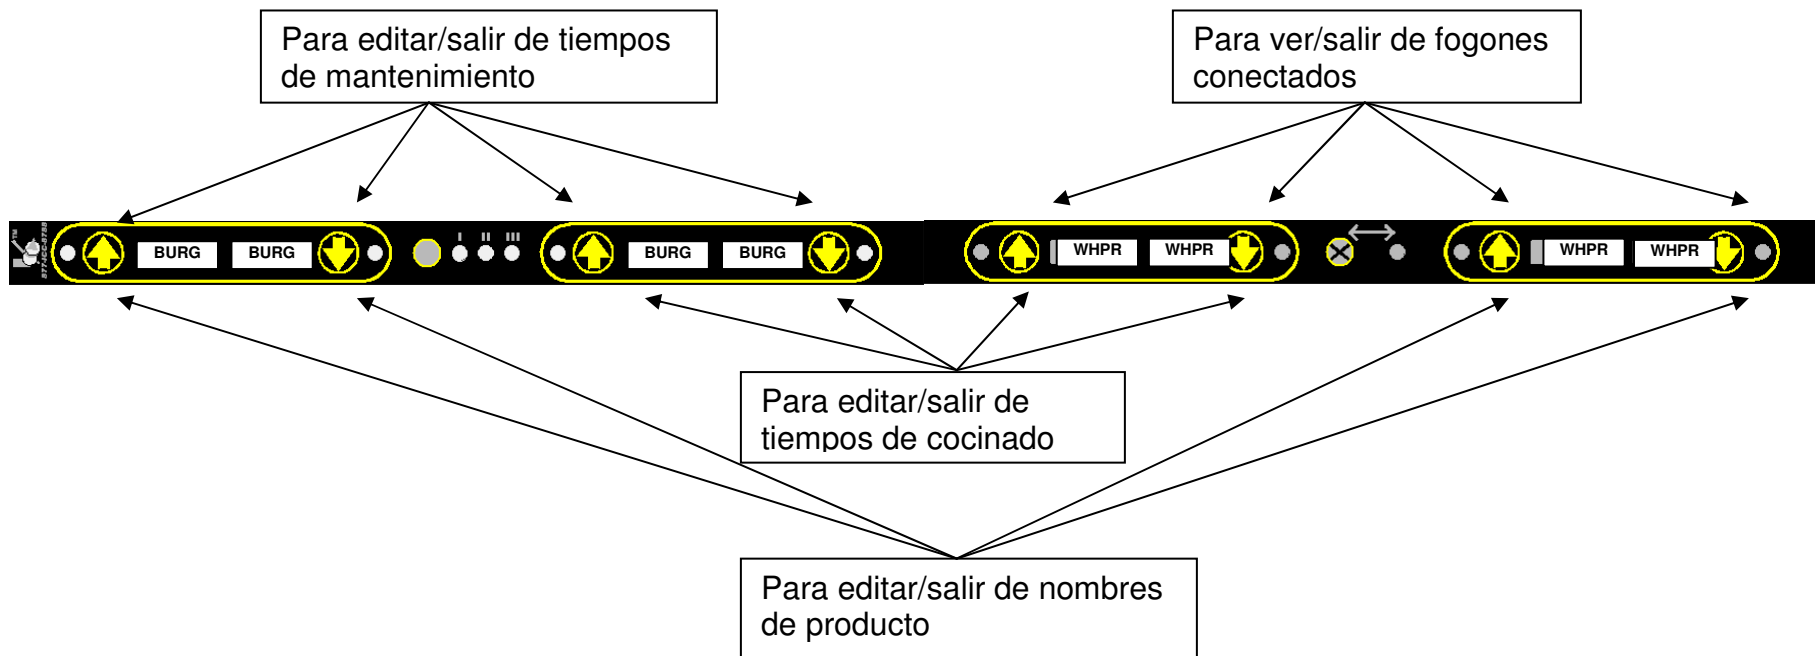

Figura 1. Entrada y salida de los modos disponibles de programación manual
- a – Colóquese de pie en frente de la estación que desea programar. Pulse a la vez **los 2 pares de botones de fogones más a la izquierda del teclado (4 botones) (omite el botón de parte del día)** y suéltelos —véase la figura 1 en la última página—. La pantalla alfanumérica de cada fogón mostrará el tiempo actual de MANTENIMIENTO en minutos (véase la tabla de la página 5). Compruebe que la luz más a la izquierda del teclado es ROJA PARPADEANTE, lo que indica que está programando el FOGÓN 1. Asimismo, las luces restantes se iluminarán para indicar el tiempo actual de MANTENIMIENTO tal y como se describe en la sección 5.
- a – Colóquese de pie en frente de la estación que desea programar. Pulse simultáneamente los **cuatro botones del medio del teclado** y suéltelos —véase la figura 1 de la última página—. La pantalla alfanumérica de cada fogón mostrará el tiempo actual de COCINADO en minutos (véase la tabla de la página 5). Compruebe que la luz más a la izquierda del teclado es ROJA PARPADEANTE, lo que indica que está programando el FOGÓN 1. Asimismo, las luces restantes se iluminarán para indicar el tiempo actual de COCINADO tal y como se describe en la sección 5.
- a – Colóquese de pie en frente de la estación que desea ver. Pulse a la vez **los 2 pares de botones de fogones más a la derecha del teclado (4 botones) (omite el botón Transferir)** y suéltelos —véase la figura 1 en la última página—. Compruebe que la luz más a la izquierda del teclado está ROJA y que todas las pantallas muestran un NOMBRE de producto. Esto indica que está viendo el FOGÓN 1. Otras luces de color VERDE indican qué fogones están conectados con el FOGÓN 1.
- a - Piazzarsi direttamente di fronte al riscaldatore che si desidera impostare. Premere simultaneamente la **coppia di tasti di teglia più a sinistra sulla tastiera (4 pulsanti) (omettere il pulsante per il tempo del giorno)**, e rilasciarli tutti, riferirsi alla figura 1 dell'ultima pagina. Lo schermo alfanumerico di ogni teglia mostrerà il tempo di RITENZIONE attualmente programmato in minuti (riferirsi alla tabella du pagina 5). Notare bene che la luce più a sinistra LAMPEGGIA ROSSA; questo significa che si stà impostando **TEGLIA 1**. Anche notare che le altre luci saranno illuminate indicando il tempo di RITENZIONE come descritto in Sezione 5.
- a - Piazzarsi direttamente di fronte al riscaldatore che si desidera impostare. Premere simultaneamente i **quattro tasti nel mezzo della tastiera** e rilasciarli tutti, riferirsi a Figura 1 dell'ultima pagina. Lo schermo alfanumerico di ogni teglia mostrerà il tempo di COTTURA attualmente programmato in minuti (riferirsi alla tabella du pagina 5). Notare bene che la luce più a sinistra LAMPEGGIA ROSSA; questo significa che si stà impostando Teglia 1. Anche notare che le altre luci saranno illuminate indicando il tempo di COTTURA come descritto in Sezione 5.
- d - Per **USCIRE** dal modulo di impostazione del tempo di COTTURA premere simultaneamente i **quattro tasti nel mezzo della tastiera** e rilasciarli tutti, riferirsi a Figura 1 dell'ultima pagina. Il NOME di ogni teglia comparirà negli schermi alfanumerici. Le luci di tutte le teglie con tempi di Ritenzione programmati al di sopra di ZERO saranno ROSSE. Le luci delle teglie con tempi di Ritenzione equivalenti a ZERO saranno spente e non si deve mettere alcun prodotto in queste teglie.
- a - Piazzarsi direttamente di fronte al riscaldatore che si desidera impostare. Premere simultaneamente i **due tasti di teglia più a destra sulla tastiera (4 pulsanti) (omettere il pulsante di Trasferimento)**, e rilasciarli tutti, riferirsi alla figura 1 dell'ultima pagina. Notare bene che la luce più a sinistra della tastiera è ROSSA e che tutti gli schermi mostrano il NOME del prodotto. Questo significa che si sta visualizzando Teglia 1. Luci verdi accese mostrano le teglie collegate a Teglia 1.